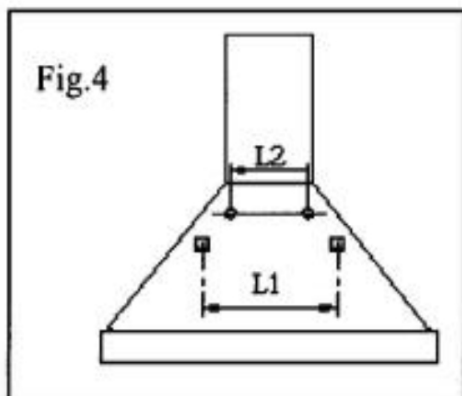

Fig.4
N.B.: De bevestigingsystemen a) en b) worden aan de achterkant van de kap ingebracht in de gaten L1 (Fig. 4).